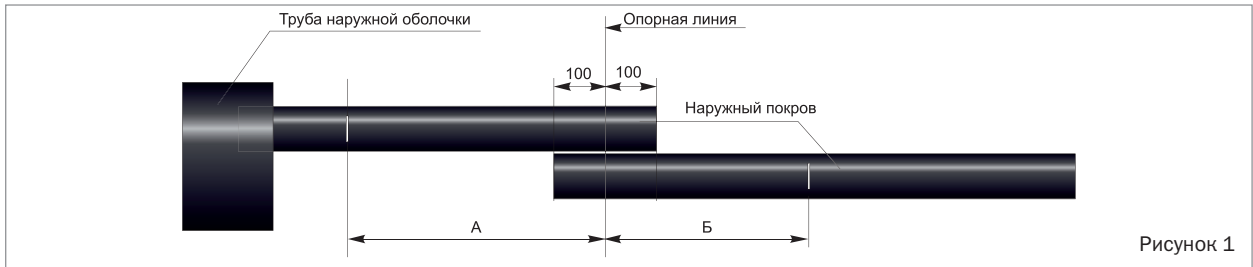

Рисунок 1
- Установить соединяемые концы кабелей в приспособлении для монтажа соединительных муфт внахлест не менее 100 мм от опорной линии (см. рисунок 1), закрепить их.
- На п/э рукав (на рисунке не показан) надеть трубу наружной оболочки (см. рисунок 1).